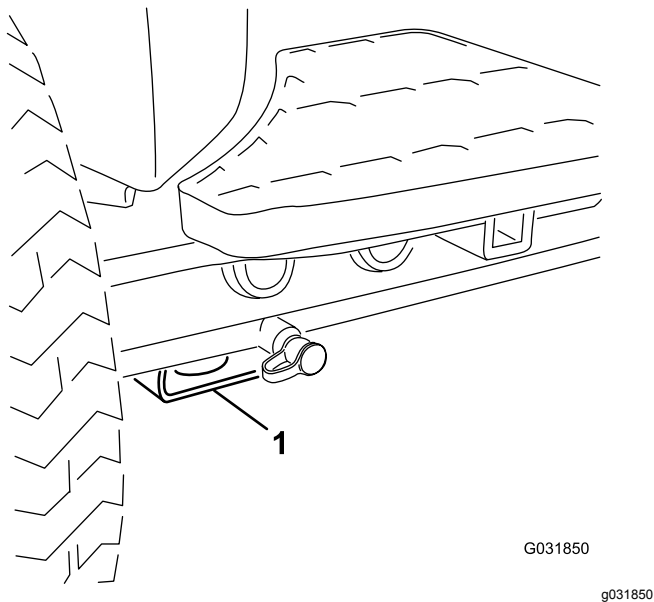

Figura 36
- Anteriore – supporto rettangolare, sotto il tubo dell'assale, all'interno delle ruote anteriori (**Figura 36**).